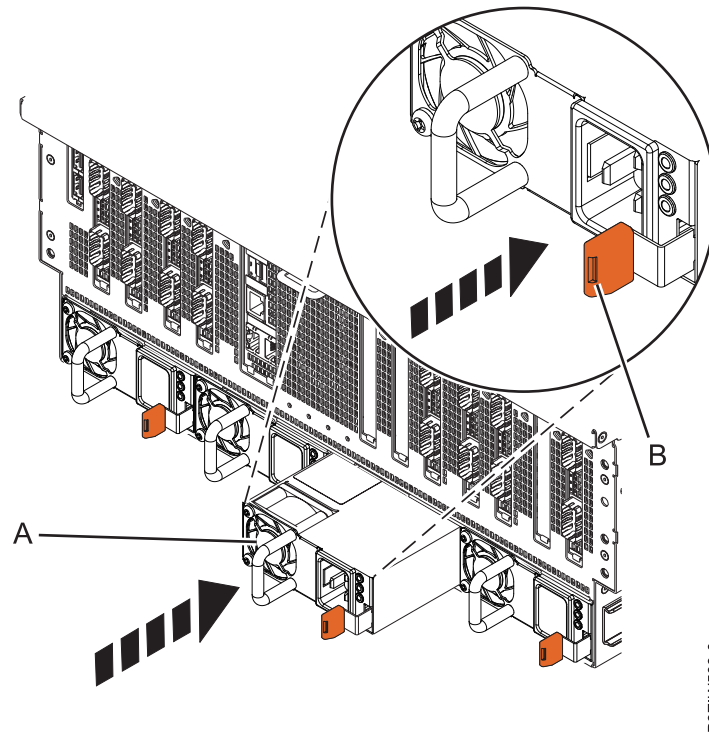

Figure 16. Remise en place d'un bloc d'alimentation dans le système
3. Alignez le bloc d'alimentation **(A)** avec la baie, puis faites-le glisser dans le système jusqu'à ce que le taquet de couleur ocre **(B)** se bloque, comme illustré à la figure 16, à la page 16.